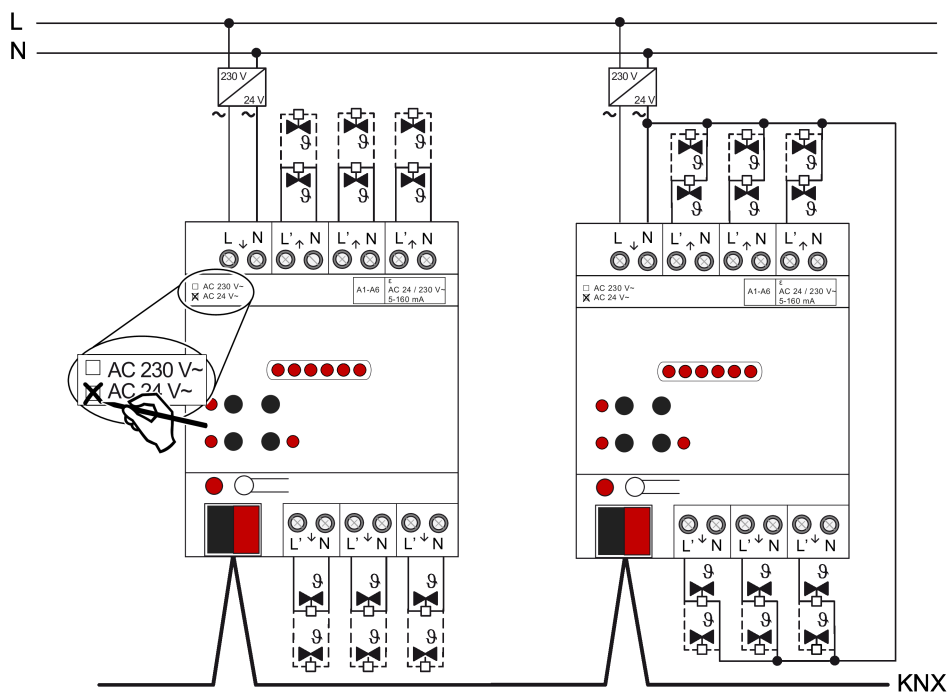

Bild 3: Anschluss für Stellantriebe AC 24 V
- Stellantriebe AC 24 V gemäß Anschlussplan (siehe Bild 3) anschließen.